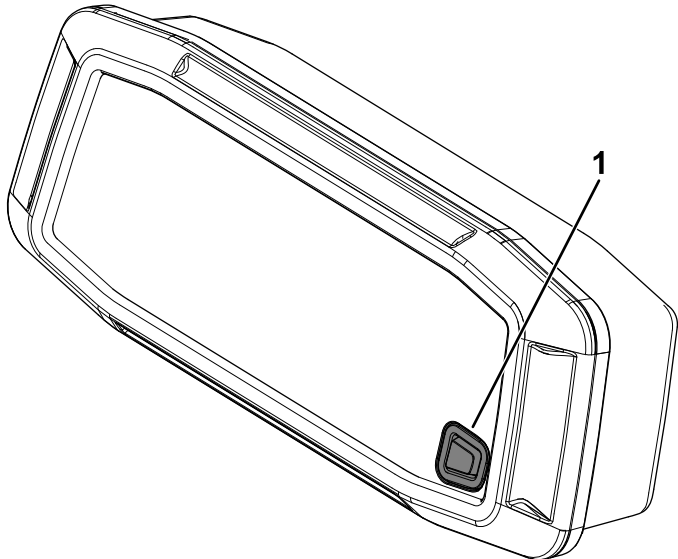

Figure 73
3. Avec le moteur en marche et sans appuyez sur la pédale de frein, appuyez sur le bouton d'affichage pendant 10 secondes (Figure 73).